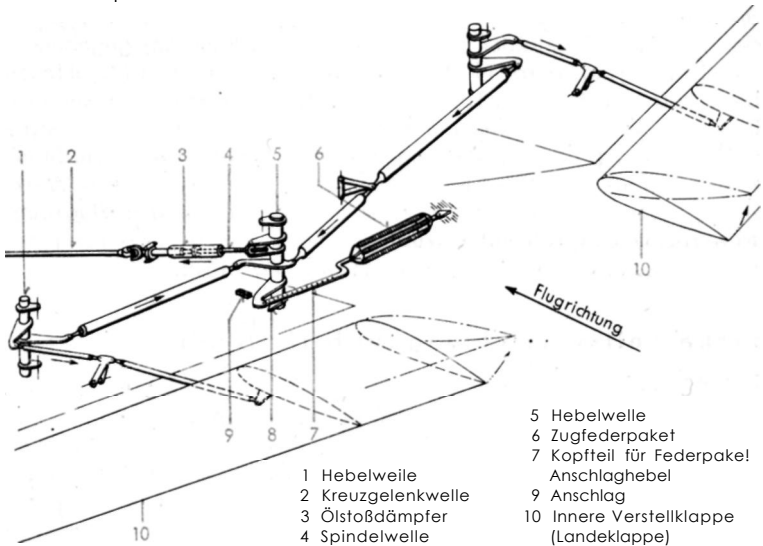

Abb.10 Sicherheitsvorrichtung für die Hilfsflügel (Landeklappensicherung)
Die Sicherheitsvorrichtung (Abb. 10) ist als Landeklappensicherung in die Hilfsflügelverstellung im linken Tragwerk-Mittelstück am Träger IV eingebaut. Durch sie soll bei angestellten Hilfsflügeln und bei Überschreitung der zulässigen Geschwindigkeit eine Gefährdung des Tragwerkes dadurch vermieden werden, daß die Hilfsflügel durch den jeweiligen Staudruck in die für diese Geschwindigkeit zulässige Anstellung zurückgeführt werden.
Der in dem Hebelgestänge der Sicherheitsvorrichtung zwischen Hebelwelle (5) (Abb. 10) und Kreuzgelenkwelle (2) angeordnete Öl-Stoßdämpfer (Abb. 12) soll beim Anstellen und Bewegen der Hilfsflügel leicht dämpfend wirken und schlagartige Bewegungen ausgleichen. Er ermöglicht bei Wirksamwerden der Landeklappensicherung das
- 7 Sicherheitsvorrichtung für die Hilfsflügel (siehe auch Abb. 10)